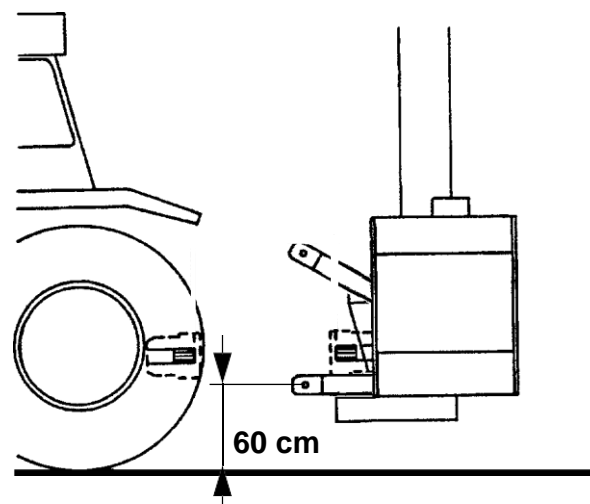

Fig. 4-3
- Lyft upp buskklipparen med dragarmarna tills dess fästpunkter befinner sig 60 cm över marken (Fig. 4-3).